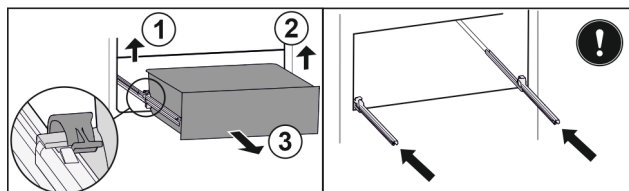

Fig. 91
- 提起左侧夹子，同时将抽屉左侧向前拉。 Fig. 91 (1)
- 提起右侧夹子，同时将抽屉右侧向前拉。 Fig. 91 (2)
- 朝前取出抽屉。 Fig. 91 (3)